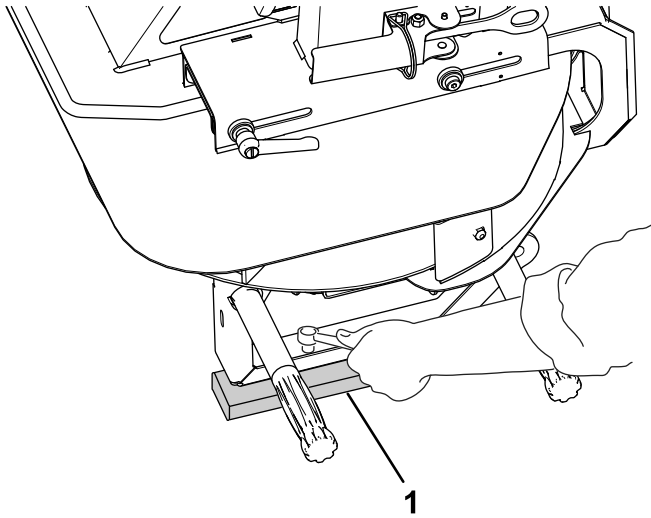

Рисунок 6
5. Выверните четыре винта из опор двухдискового центробежного разбрасывателя. С помощью напарника поднимите двухдисковый центробежный разбрасыватель и удалите упаковочные шпильки и упаковочный пенопласт (Рисунок 6).